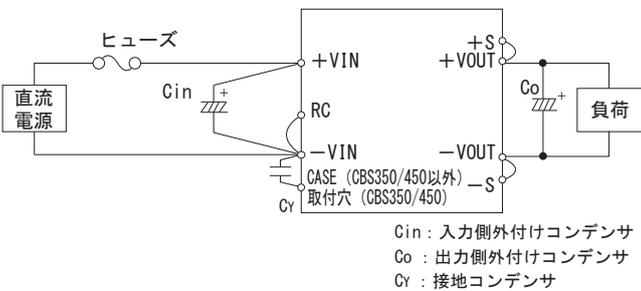

図 1.1 標準接続方法
- 電源を使用するためには、図 1.1 の接続が必要です。
(2) 接地コンデンサ
- 入力ラインでの帰還ノイズ低減、電源の安定動作のために、接地コンデンサ C_Y を接続してください (図 1.1)。なお、入力フィルタの共振やインダクタンスにより、電源動作が不安定になることがありますので、ご注意ください。
(3) 入力側外付けコンデンサ
- 電源の安定動作のために、入力側 +VIN と -VIN 間にコンデンサ C_{in} を接続してください (図 1.1)。
- 出力安定度向上のために、出力側+VOUTと-VOUT間にコンデンサ Co を接続してください（図 1.1）。推奨容量を表 2.2 に示します。